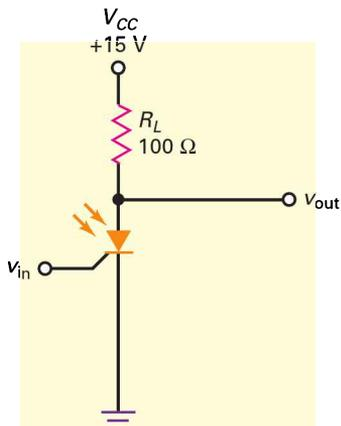

Figure 13.48
- 13.28 Le circuit de la figure 13.48 est dans l'obscurité. Que vaut la tension de sortie ? Quand une lumière brille, le thyristor conduit. Quelle est alors la valeur approximative de la tension de sortie ? Que vaut le courant traversant la résistance 100 Ω ?